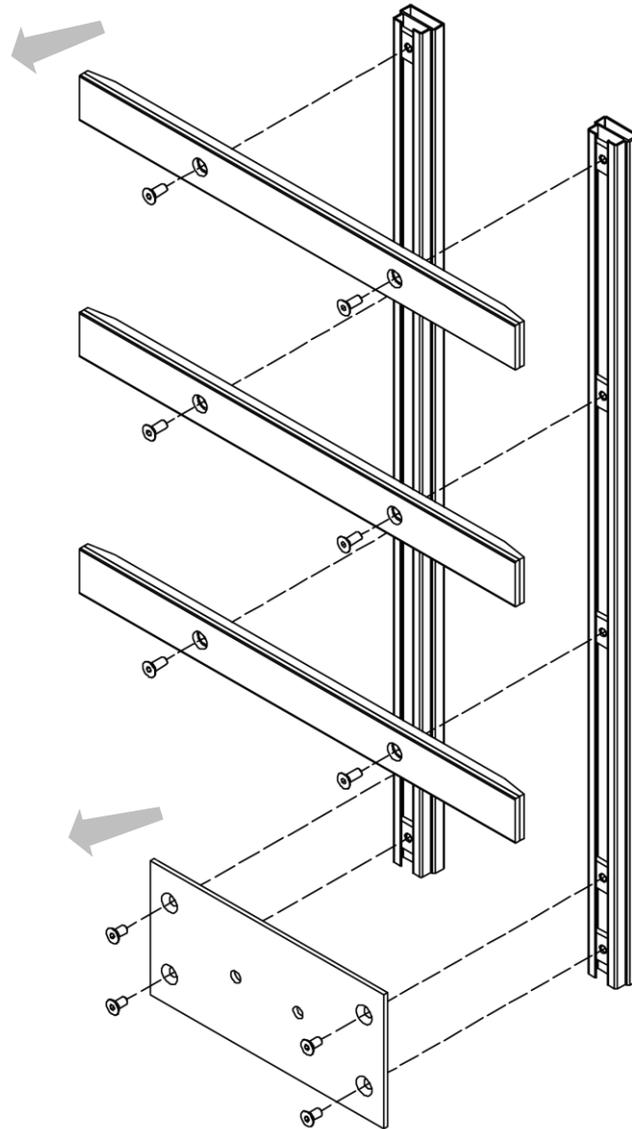

Abbildung 59
5. Vergleiche mit *Abbildung 59*.